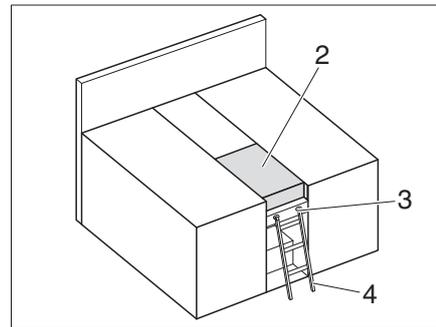

Bild 162 Doppelbett
- Zusatzpolster (Bild 162,2) auflegen.
**Aufstiegsleiter** Zum Besteigen des oberen Betts die serienmäßig beigelegte Aufstiegsleiter (Bild 162,4) benutzen.
- Die Aufstiegsleiter (Bild 162,4) mit den Holmen in die Halterung (Bild 162,3) an der Blende eingehängen.